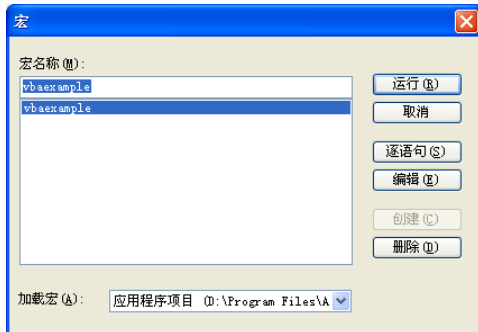

图 15-4 “宏”对话框
(3) 选择菜单【工具】下的【宏】选项下的【宏】子菜单,则打开如图 15-4 所示的【宏】对话框,可以看到里面已经列出了“vbaexample”函数。单击该对话框右侧的【运行】按钮,则可以运行该宏,运行结果与单击 vb 编辑器的标准工具栏上的【运行子过程/用户窗体】按钮作用一样。选择【逐语句】选项则可以逐语句的执行程序,这样方便查找程序中的错误。选择【编辑】选项则可以打开 VB 编辑器以修改源程序。单击【删除】按钮则可以删除该宏。